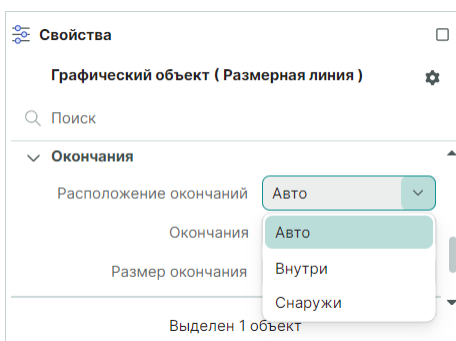

Рис. 403 Выбор расположения окончаний
- Пункт «Расположение окончаний» – выпадающий список с выбором расположения окончаний (автоматическое определение, внутри, снаружи), см. Рис. 403;